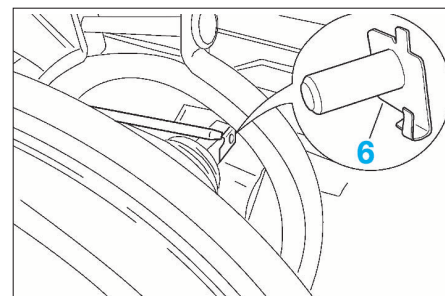

FIG. 26
- Débrider la conduite de frein (3).
- A l'aide d'un manchon de serrage (5), desserrer l'écrou du collier (4) jusqu'au point de matage (A).
- Écarter le servofrein de son support de façon à accéder à l'agrafe (6) (Fig.26).
- Déposer l'agrafe (6).